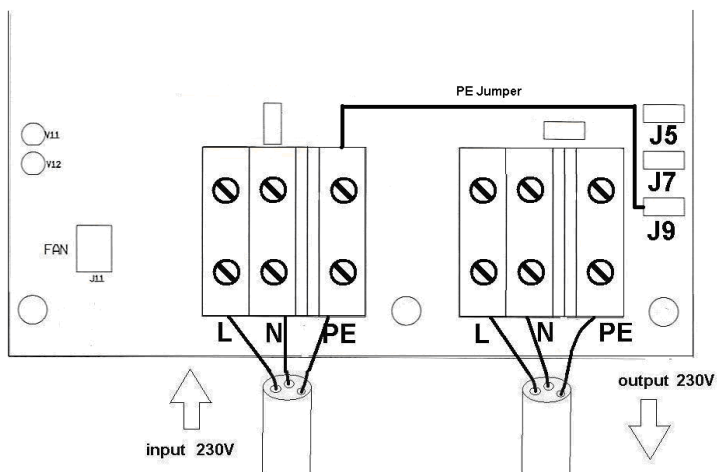

Figure 2: connexion d'entrée à la terre
## 2.2 Connexion d'entrée à la terre (figure 2)
- Si le bateau est à terre (hivernage ou maintenance), le conducteur PE du navire doit être raccordé directement à l'entrée PE, pour des raisons de sécurité. Pour ce faire, il suffit de raccorder un cavalier PE, en provenance de la borne d'entrée PE, au connecteur-poussoir mâle J9 (cavalier illustré en noir sur la figure 2).